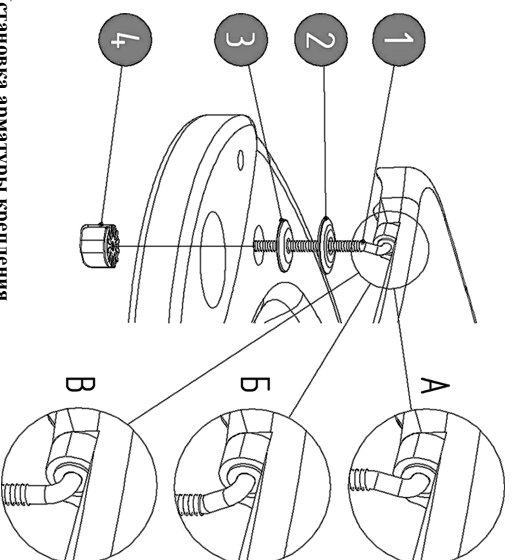

Рис. 1. Установка armатуры крепления
**Примечание.** Стойки регулируемые металлические наклонные (см. рис. 1) могут поставляться со смещениями, равными: 5, 10 мм.